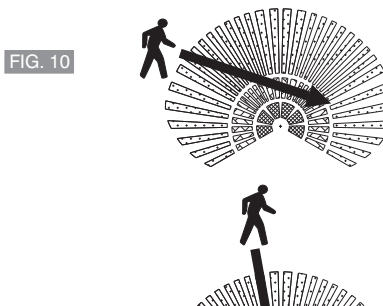
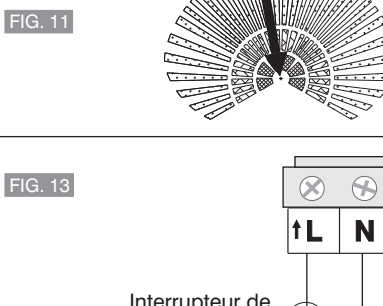

FIG. 10
FIG. 11
- Le détecteur est plus sensible aux mouvements qui traversent son champ d'action (FIG. 10) et moins sensible aux mouvements en direction dudit détecteur (FIG. 11).
- Der Bewegungsmelder reagiert mehr auf Bewegungen, die quer zum Verlauf der Linsensegmente erfolgen (ABB. 10) und weniger auf frontale Annäherung, d. h. Bewegungen, die direkt in Richtung des Sensors gehen (ABB. 11).